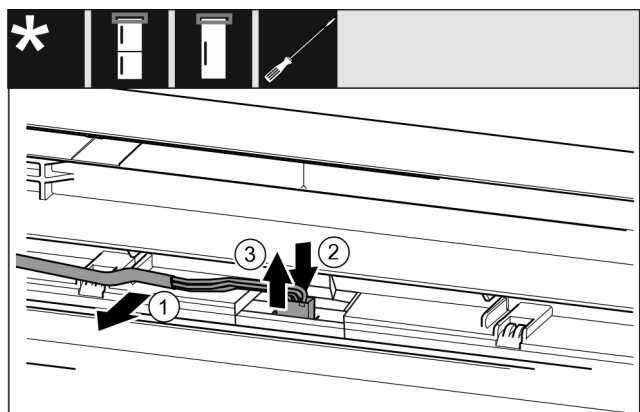

Fig. 21 Kombinált hűtő-fagyasztókészülékek / fagyasztókészülékek / hűtőkészülékek
- ▶ Óvatosan vegye ki a kábelt Fig. 21 (1) az ajtóban lévő vezetősínből.*
- ▶ Nyomja hátra a dugó alatti fedőlemezt Fig. 21 (2)*.
- ▶ Óvatosan húzza ki felfelé a dugót Fig. 21 (3)*.